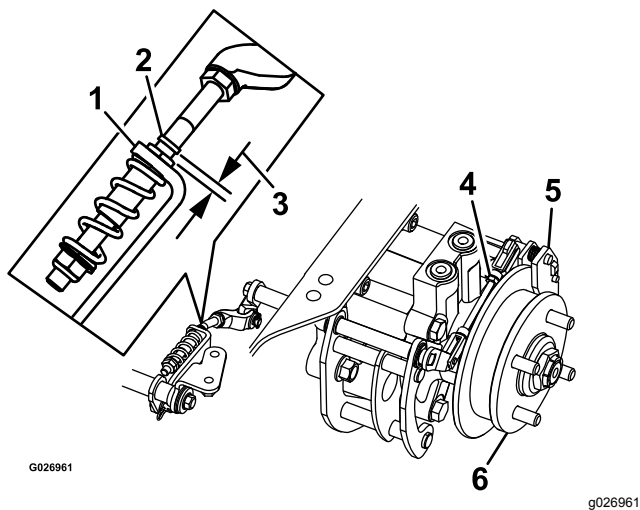

Figura 73
8. Compruebe si hay un espacio visible entre la escuadra y el tope del acoplamiento (Figura 73).